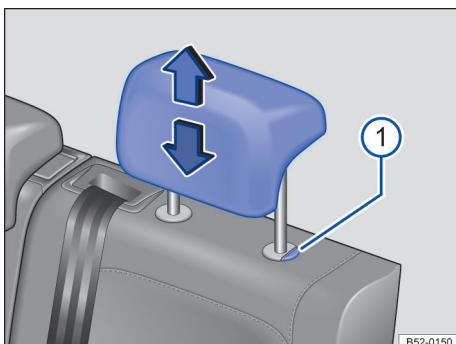

Fig. 69 Apoio para cabeça traseiros: ajustar.
→ Fig. 69 ① pressionado →  em *Introdução ao tema* na página 84.